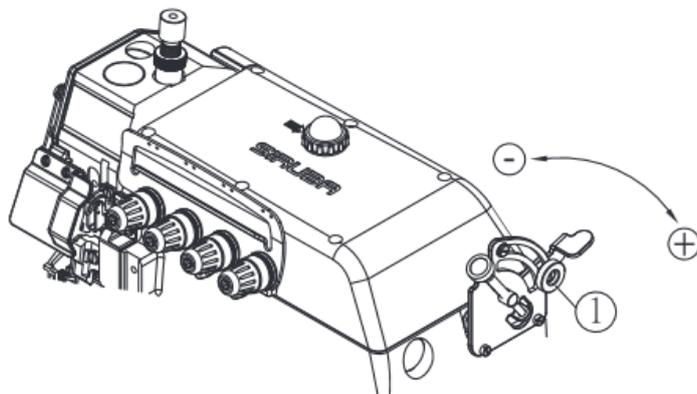

Fig. 46 / Рис. 46
1. Ослабьте регулировочную ручку ①, ход будет больше при повороте ручки по часовой стрелке. В обратном направлении поворота ручки – ход снижается. (Рис.46)